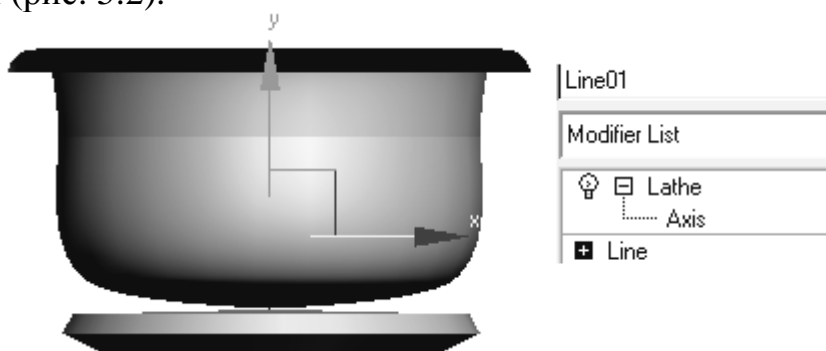
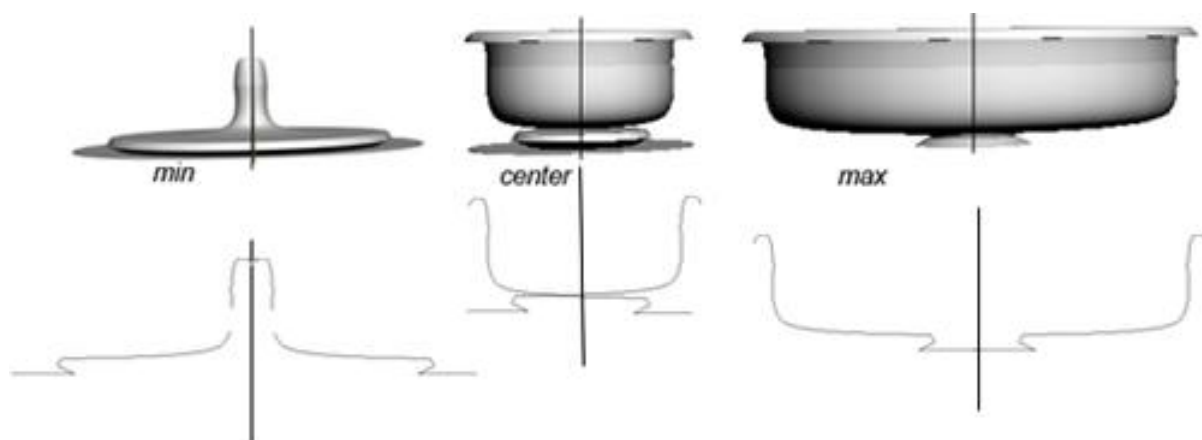

Рис. 5.2. Тело вращения с установками по умолчанию
Рис. 5.3. Тела вращения, полученные на базе одного и того же сплайна, но с различным расположением оси вращения по оси Y
2. На вкладке **Modify (Изменение)** командной панели выберите из раскрывающегося списка модификаторов строку **Lathe (Вращение вокруг оси)**. Будет создано тело вращения с установками по умолчанию, и появится свиток **Parameters (Параметры)** настроек модификатора вращения (рис. 5.2).
**(Минимум), Max (Максимум), Center (Центр)**, находящиеся в области **Align (Выравнивание)** свитка **Parameters (Параметры)**. В результате объект будет принимать формы, показанные на рис.5.3. Либо вручную перемещать ось вращения, выделив ее в стеке модификаторов (рис. 5.2).